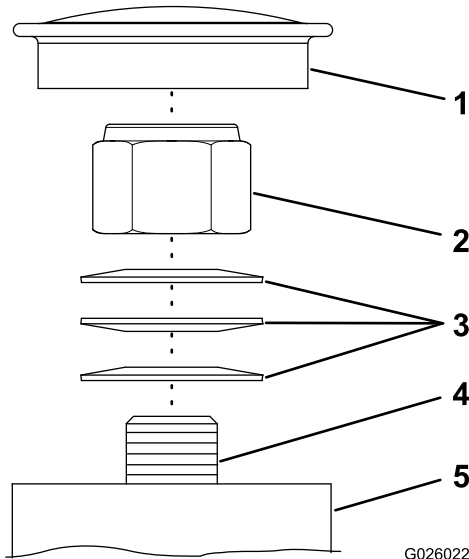

Figure 53
**Remarque:** Si vous démontez les roulements d'axe des roues pivotantes, veillez à monter les rondelles élastiques comme montré à la Figure 53.
1. Déposez le couvre-moyeu du moyeu de la roue pivotante (Figure 53).
2. Serrez le contre-écrou dans le sens horaire jusqu'à ce que les rondelles élastiques soient aplaties (Figure 53).
3. Tournez alors le contre-écrou de un quart de tour dans le sens antihoraire (Figure 53).
4. Reposez le couvre-moyeu (Figure 53).